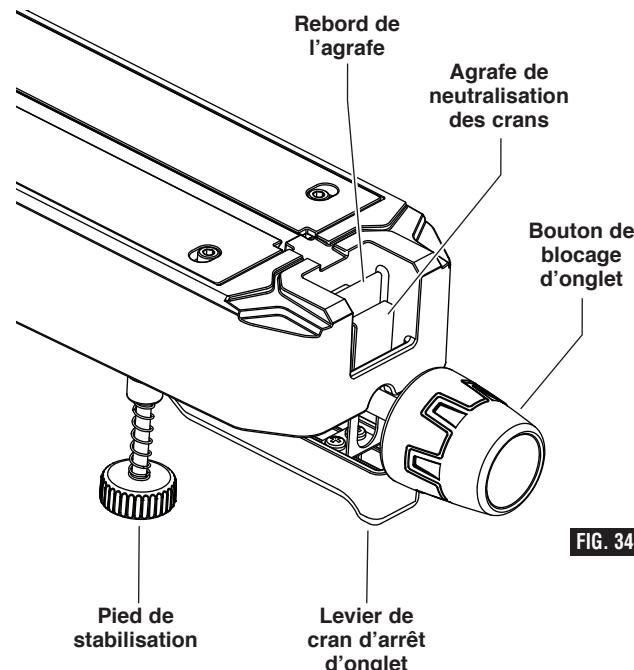

FIG. 34
- Poussez l'agrafe de neutralisation de crans d'arrêt d'onglet vers l'avant et accrochez-la en place sur le rebord. Relâchez le levier de cran d'arrêt d'onglet (figure 34).